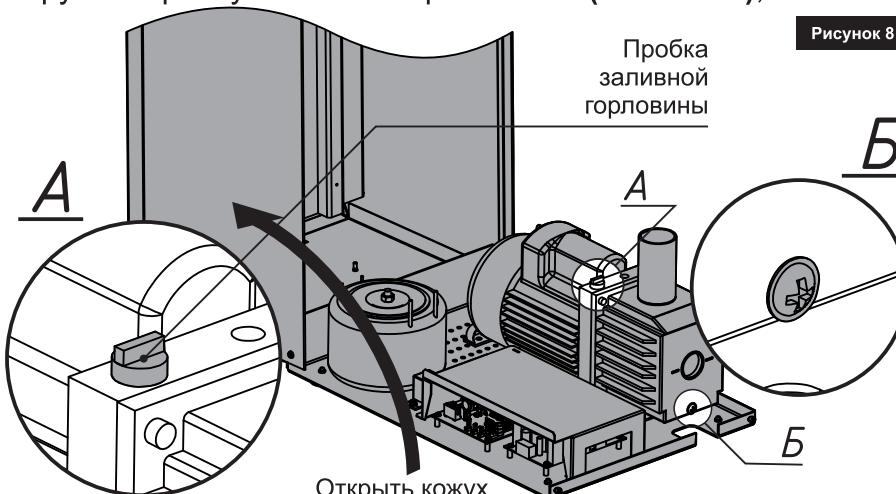

Рисунок 8
3. Откройте кожух вакуумного упаковщика (см. Рис. 8) по направлению стрелки;
4. Открутите пробку заливной горловины **A** (см. Рис. 8);
4. Открутите винт сливного отверстия **B** (см. Рис. 8);